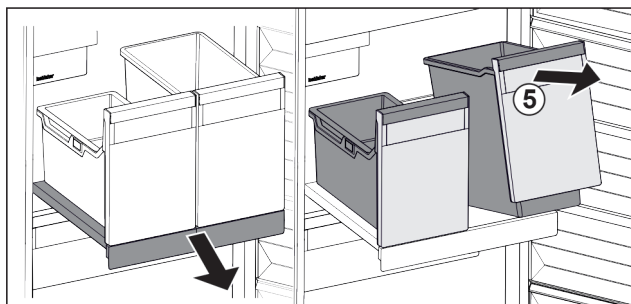

Fig. 123
- ▶ Løft beholderen Fig. 123 (5) foran.